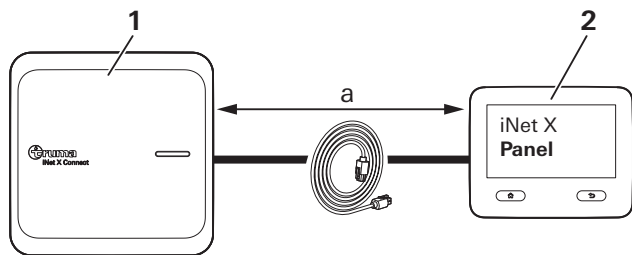

Figura 2
- Posizionare il Connect il più vicino possibile al Panel (Figura 2).
- Verificare se la lunghezza del cavo è sufficiente (Figura 2).